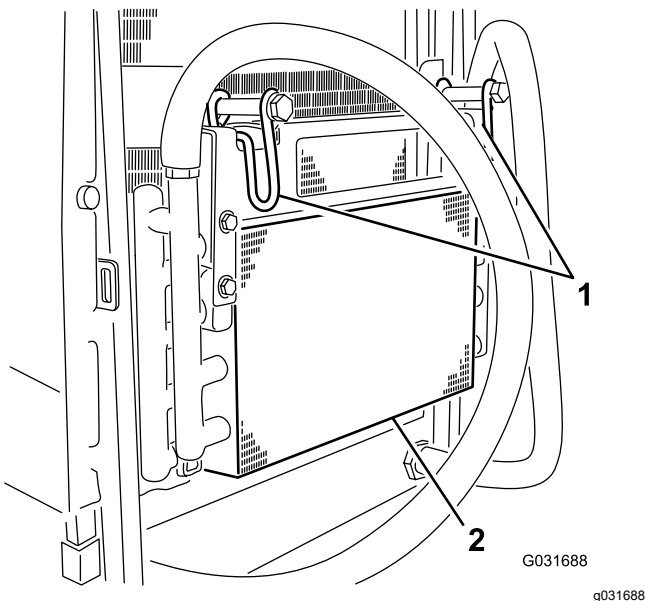

Рисунок 53
5. Поверните защелки внутрь, чтобы освободить маслоохладитель (Рисунок 53).